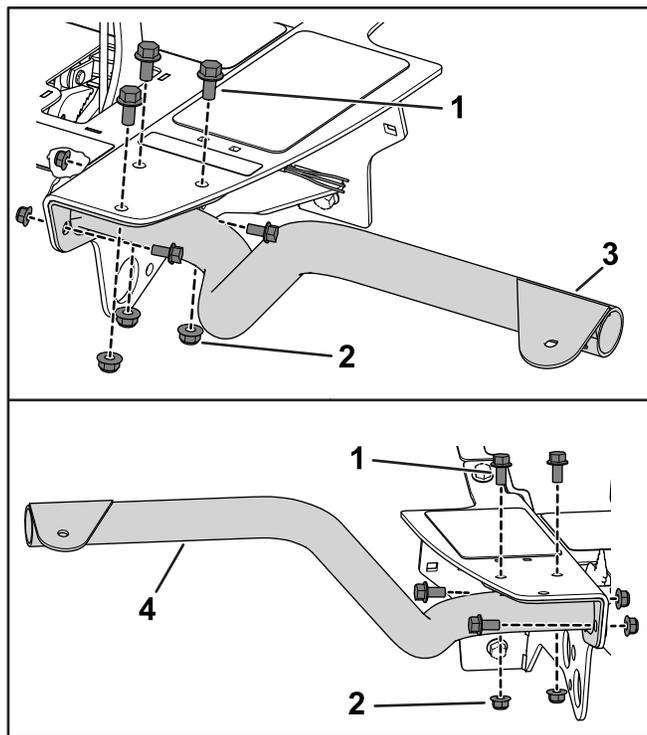

**Figura 1**
1. Desligue os conectores do farol do resguardo e retire as fixações que prendem o resguardo da plataforma à estrutura da máquina (Figura 1).